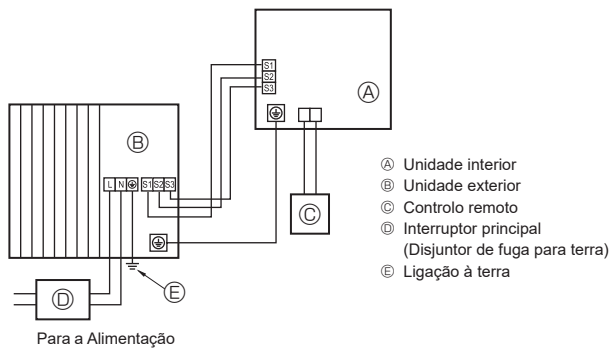
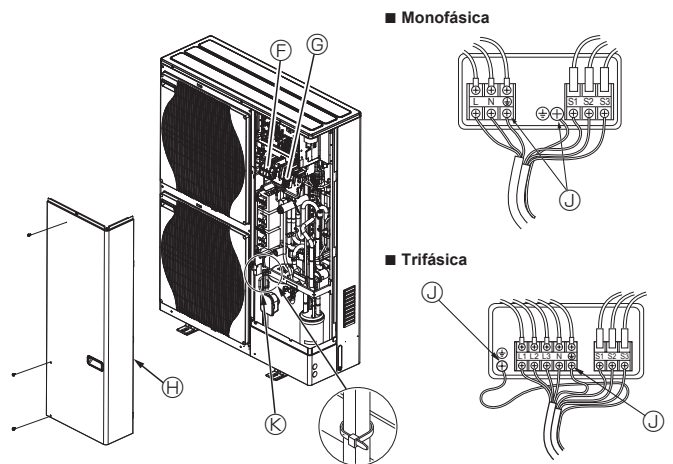

Fig. 5-1
Fig. 5-2
### 5.1. Unidade exterior (Fig. 5-1, Fig. 5-2)
- 2 Ligue os cabos consultando a Fig. 5-1 e a Fig. 5-2.